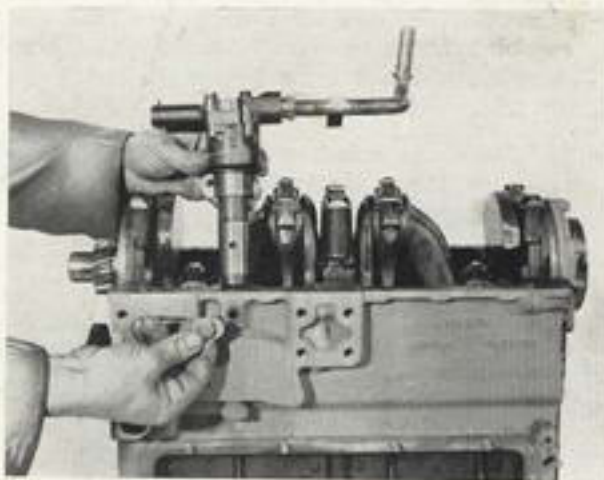

Fig. 17
- Monter la pompe à huile assemblée avec les tubes d'aspiration et de refoulement d'huile au moteur sur le bloc-moteur. La positionner selon la figure 17.